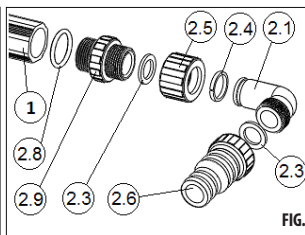
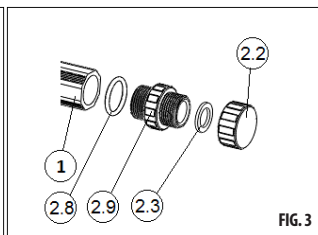

FIG. 2
FIG. 3
- 1) Completare il pannello. Avvitare ai tubi del pannello solare i riduttori (2.9) con anelli a O di silicone (2.8). CONSIGLIAMO DI APPLICARE UN SOTTILE STRATO DI GRASSO IN DOTAZIONE SULLA SUPERFICIE DI TENUTA ANTERIORE DEL PANNELLO SOLARE (1), PER EVITARE PERDITE POTENZIALI. Montare quindi sui riduttori i raccordi filettati (FIG. 2) e i tappi (FIG. 3). In uno dei tubi del pannello è presente la guarnizione centrale; montare i raccordi filettati su questo tubo e i tappi sull'altro.